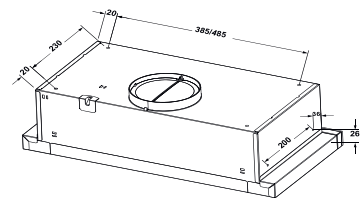
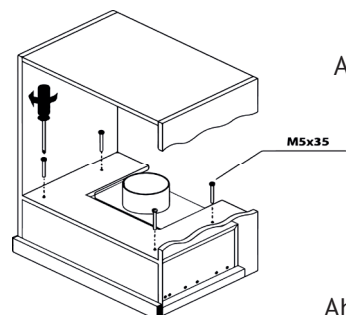

Abb.4
Abb.4.1
6.5 Um die Haube in den Küchenschrank einzubauen, bohren Sie 4 Löcher mit einem Durchmesser von 6-7 mm in das untere Regal des Schrankes gemäß Abb. 4. Befestigen Sie die Haube mit 4 Schrauben M5x3 (Abb. 4.1).
Sie das andere Ende des Bubbler in den Lüftungsschacht (Abb. 4 / 4.1).